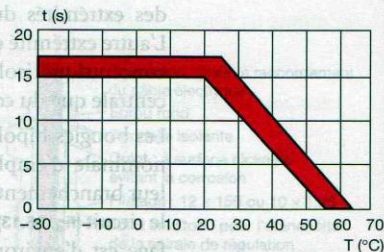

Figure 96.9. Postchauffage temporisé
Le postchauffage apporte une amélioration de la qualité de combustion durant la phase froide du moteur diesel. Ce système permet une réduction sensible des nuisances dues à une basse température (fumées bleues, odeurs âcres, etc.), et correspond aux évolutions des normes internationales contre la pollution (fig. 96.9, 96.12 et 96.13).
- Mise en fonction par un relais de pré/postchauffage spécifique, avec temporisation supplémentaire après démarrage (fig. 96.10) en fonction de la température moteur et extérieure (fig. 96.9).